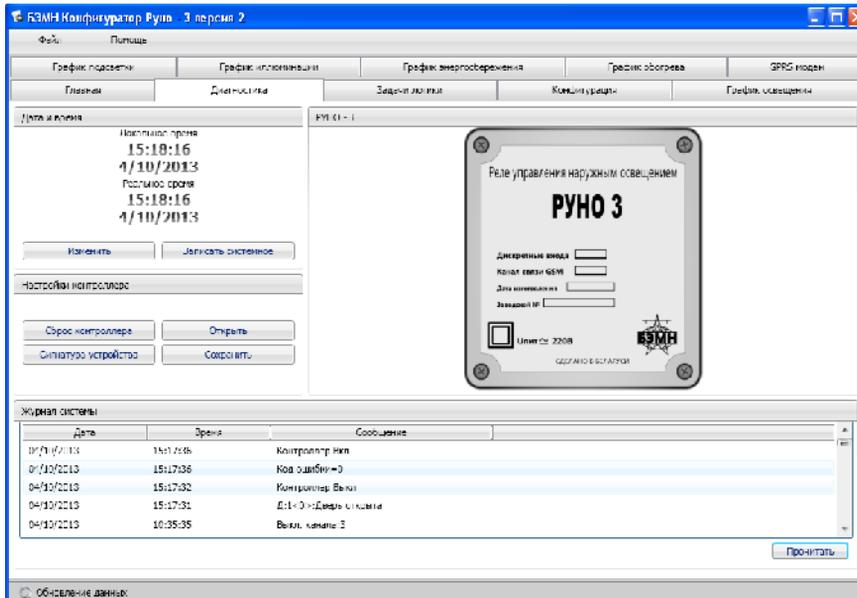

Рисунок 4
6.2 В открывшейся вкладке «ДИАГНОСТИКА» имеется несколько областей (рисунок 4):